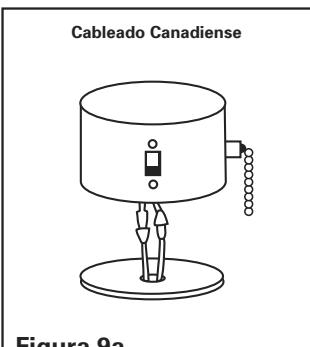

Figura 9a
5. NOTA: Para las especificaciones canadienses, por favor use el sistema de enchufe (Vea la figura 9a). Si está usando un ventilador con especificación UL, por favor corte los enchufes y haga el cableado usando los conectores para cables incluidos con el ventilador.
7. NOTA: Para las especificaciones canadienses, por favor use el sistema de enchufe (Vea la figura 9a). Si está usando un ventilador con especificación UL, por favor corte los enchufes y haga el cableado usando conectores de cable.